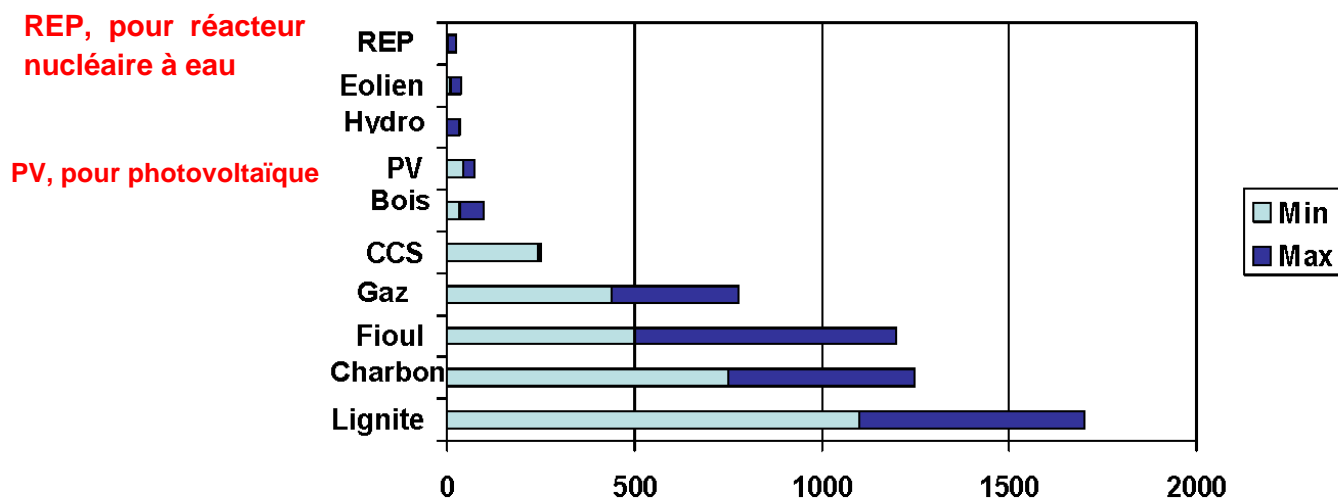

**Figure 2 : Le retour en force du charbon depuis 2000**
- Il faut, en outre, mettre en œuvre massivement la capture et le stockage du CO2, sans quoi le retour en force du charbon, qui se produit déjà (figure 2), aura des conséquences catastrophiques.